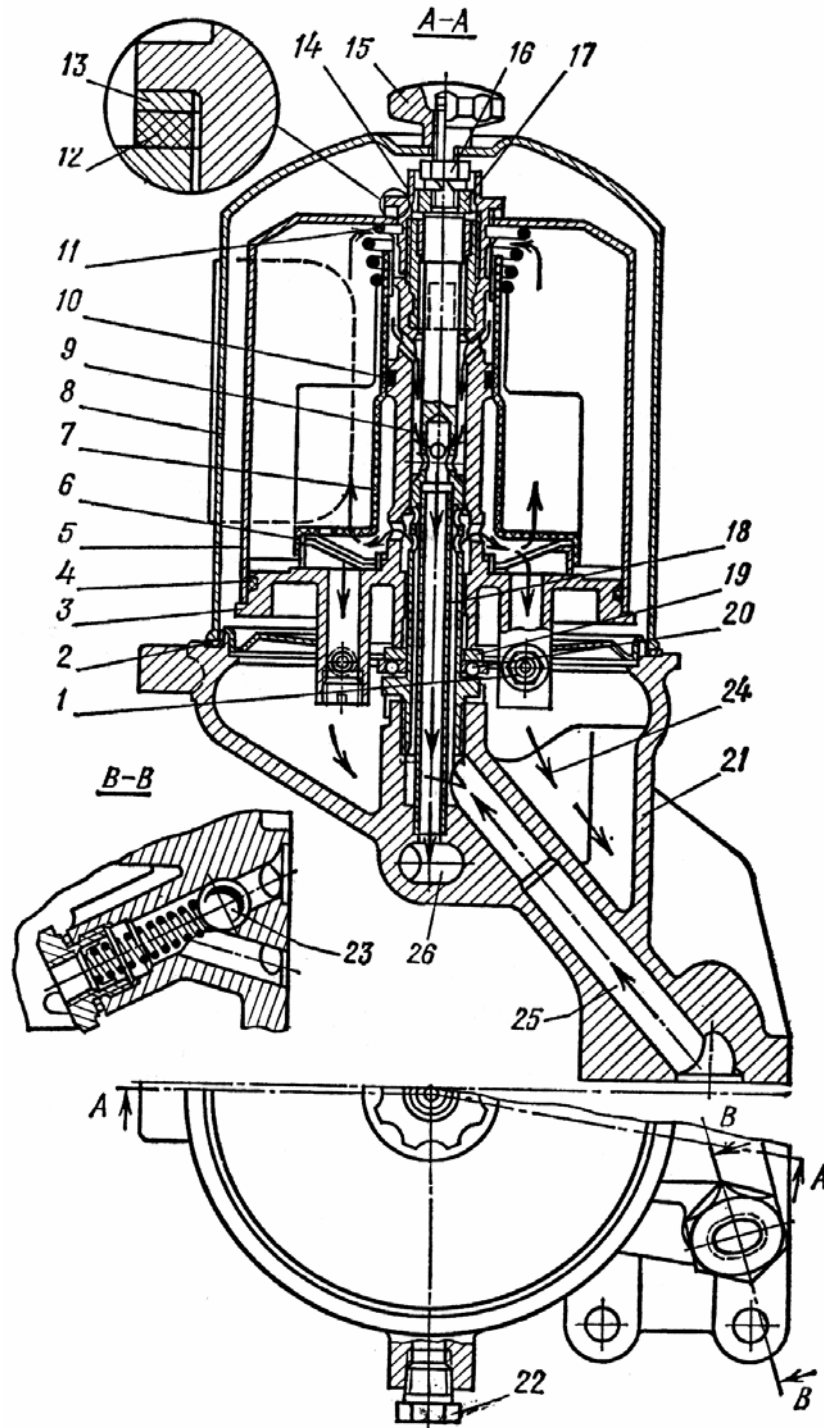

Рис. 2.17. Фильтр центробежной очистки масла двигателя ЗИЛ-130:
3. Изучите работу и конструкцию масляной центрифуги (рис. 2.17).